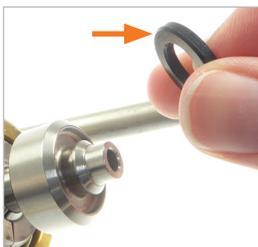

Abbildung 11
- ▶ Legen Sie die neue Frontdichtung (Pos. 7) in den gesäuberten Einstich ein (*Abbildung 11*). Achten Sie darauf, dass die Frontdichtung nicht in sich verdreht ist und dass sie richtig im Einstich liegt. Die Montage der neuen Frontdichtung erfolgt ohne Werkzeug.